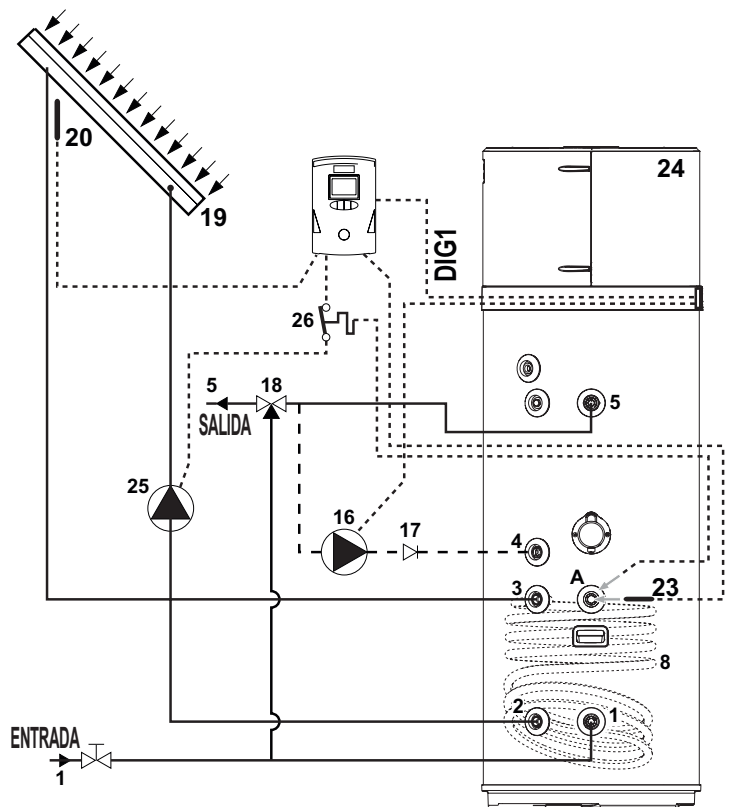
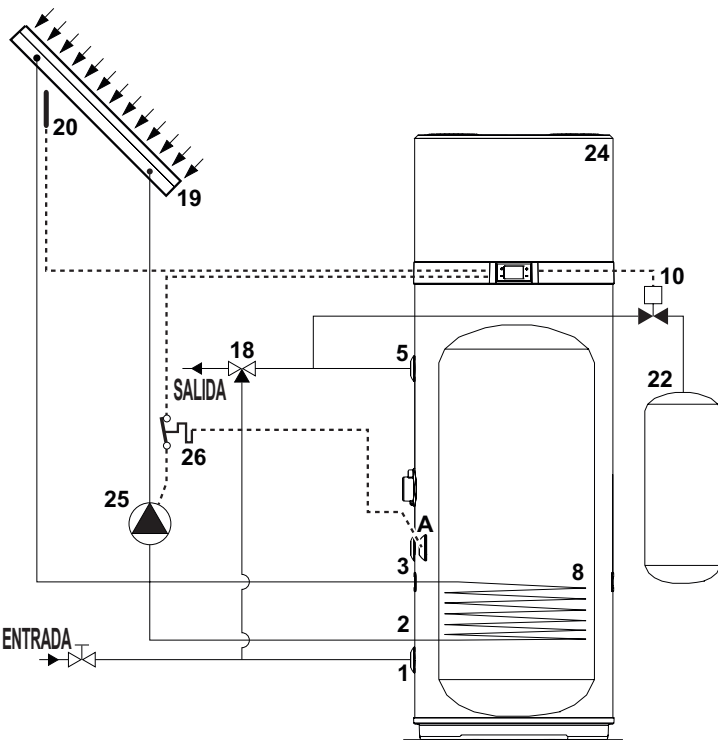
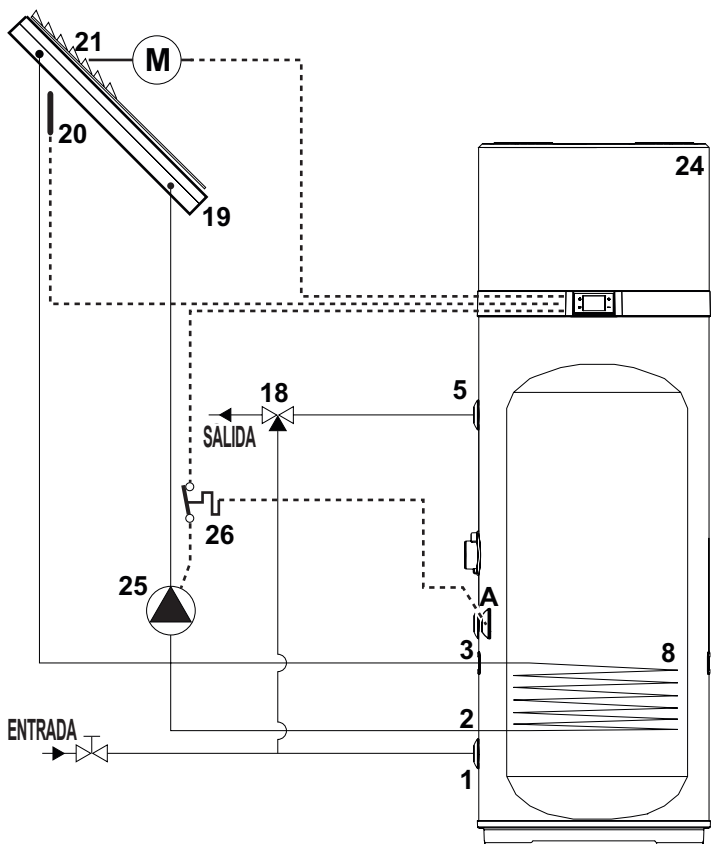

fig. 19
fig. 20
fig. 21
La siguiente ilustración (fig. 19) muestra cómo conectar el equipo a un sistema térmico solar controlado por un controlador electrónico dedicado (no se incluye) que cuente con una toma de tipo "contacto sin tensión" para conectar a la entrada DIG.1 del equipo (consulte "6.7.1 Conexiones remotas").
Las siguientes ilustraciones (fig. 20 y fig. 21) muestran cómo conectar el equipo a un sistema térmico solar controlado directamente por este último, sin necesidad de un controlador electrónico dedicado.
En la configuración de fig. 20, en caso de exceso de temperatura del colector solar, se activa una válvula de drenaje (no se incluye) para descargar el agua caliente que contiene el equipo en el depósito de almacenamiento de ACS (acumulador).
En la configuración de fig. 21, sin embargo, el obturador del colector solar se cierra en esta condición.
**Legenda (fig. 19, fig. 20 y fig. 21)**